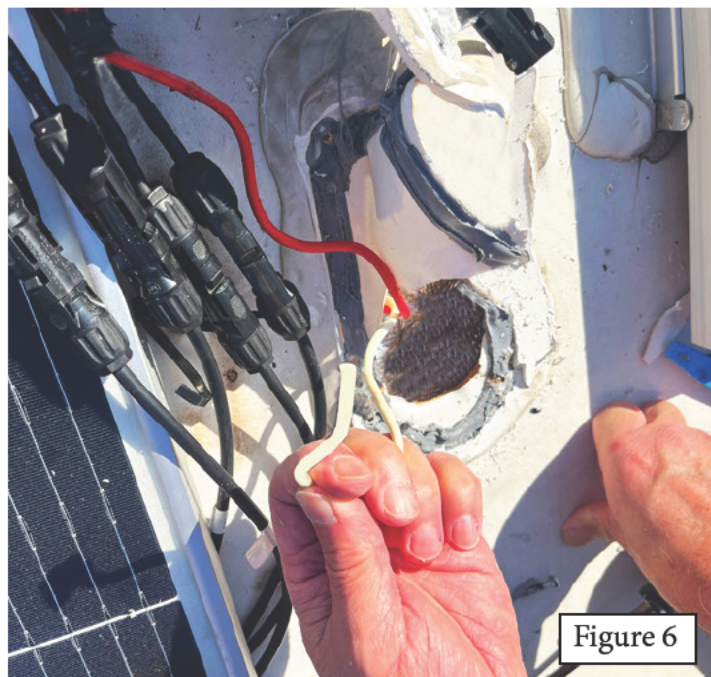

Figure 6
7. À l'aide d'une visseuse et d'un embout carré n° 2, retirez les quatre (4) fixations qui retiennent le bornier de toit pour panneaux solaires (non illustrées). Coupez les fils d'alimentation et de raccordement à la Terre (10 GA) qui relient la prise au câblage de la caravane (juste en dessous des fiches Wago) (non illustré). Conservez les fixations pour plus tard. Retirez la prise des panneaux solaires du toit (Figure 6) et jetez-la.